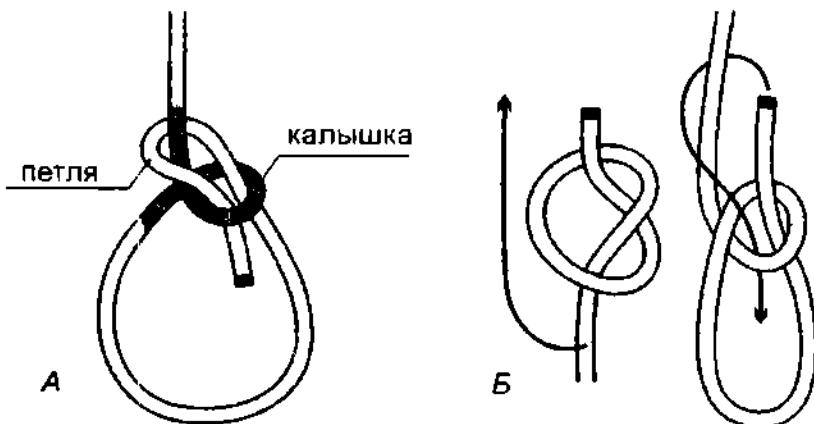

Рис. 283. А – элементы беседочного узла; Б – завязывание булиня из простого узла.
**Беседочный узел** состоит всего лишь из двух элементов узла – калышки (коренного конца) и обноса (ходового конца) (рис. 283 А). Рабочая петля **беседочного узла** – это вытянутая сторона **простого узла**, у которого ходовой конец обнесён вокруг коренного и пропущен назад в узел (рис. 283 Б). Одним движением руки **простой узел** – мягкий графит – превращается в прекрасного короля узлов – прочный алмаз. Вот поистине из грязи да в князи!